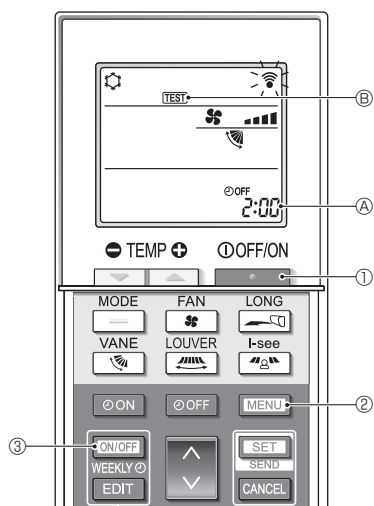

Fig. 7-5
■ Provkörning (Fig. 7-5)
- Tryck på knappen [ON/OFF WEEKLY] ① för att stänga av luftkonditioneringen.
- Om veckotimern är aktiverad (WEEKLY lyser), tryck på knappen [ON/OFF WEEKLY] ③ för att inaktivera den (WEEKLY slocknar).
- Tryck på knappen [MENU] ② i 5 sekunder.
- Tryck på knappen [MENU] ②.
- TEST ⑥ tänds och enheten går in i provkörningsläge.